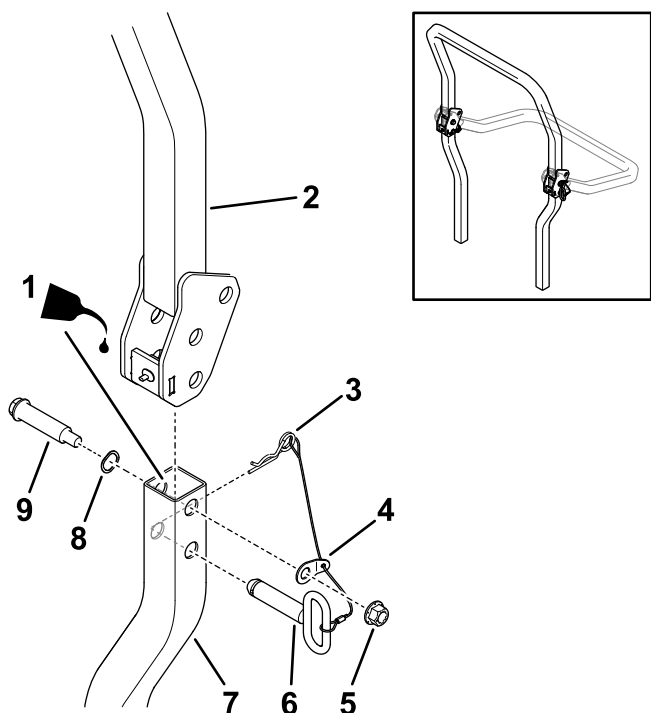

Figure 12
5. Huilez légèrement les surfaces intérieures des tubes inférieurs de l'arceau de sécurité (Figure 12).
6. Fixez légèrement la partie supérieure de l'arceau de sécurité à la partie inférieure à l'aide de 2 boulons à épaulement, 2 rondelles ondulées, 2 rondelles à languette fixées aux cordons et 2 contre-écrous ($\frac{1}{2}$ "), comme montré à la Figure 12.
8. Redressez la partie supérieure de l'arceau de sécurité, installez les goupilles de verrouillage (les poignées ovales doivent être à l'extérieur de la machine), et fixez-les en place de chaque côté avec des goupilles fendues(Figure 12).